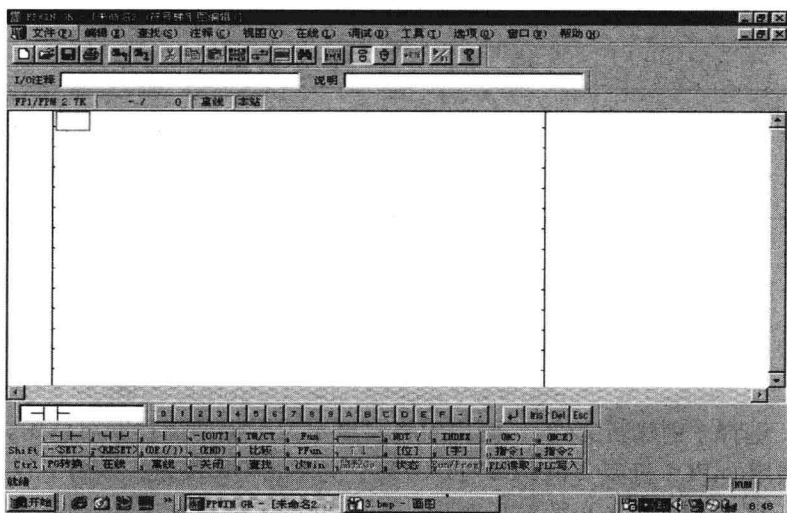

图 1-15 初始画面
(3) 显示 FPWIN GR 的初始画面：在 FPWIN GR 正常启动以后，将会出现如图 1-15 所示的初始画面。
(4) 使用功能键栏、输入栏、数字键栏和输入区段栏等操作，在程序窗口